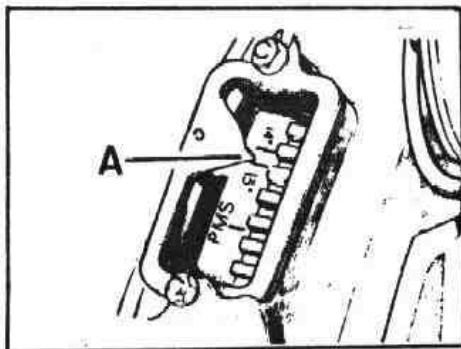

Fig. A1-54 Sincronización de grados de avance en el volante
- 2.4. Girar el cigueñal en su sentido normal de trabajo (hacia la derecha) hasta que el índice de referencia para puesta a punto, A (Fig. A1-54), quede alineado entre las marcas  $13^{\circ}$  y  $14^{\circ}$  del volante.
- 2.5. Con el volante en la posición indicada en la Fig. A1-54, se observará que las dos válvulas del cilindro n° 1, están completamente cerradas o lo que es igual, las válvulas del cilindro n° 4 en posición de cruce. De no estar las válvulas en estas circunstancias, habrá que dar al cigüeñal otra vuelta completa.